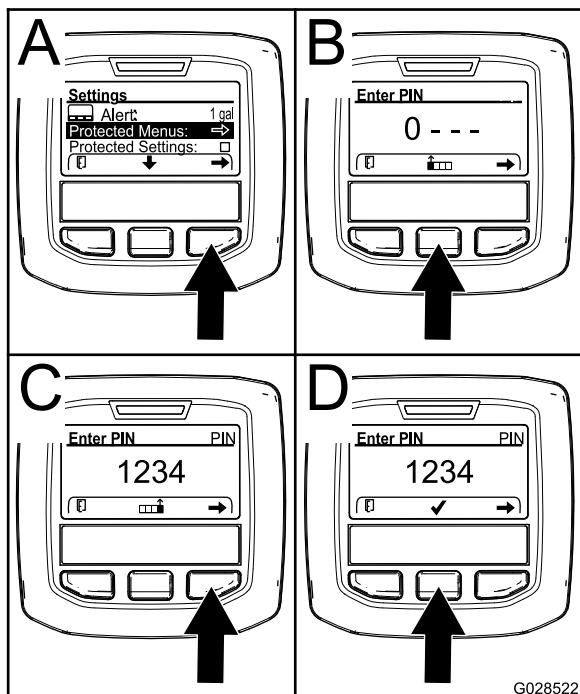

Figura 31
2. No menu de DEFINIÇÕES, utilize o botão central para ir até ao menu PROTEGIDO e prima o botão direito (Figura 31).